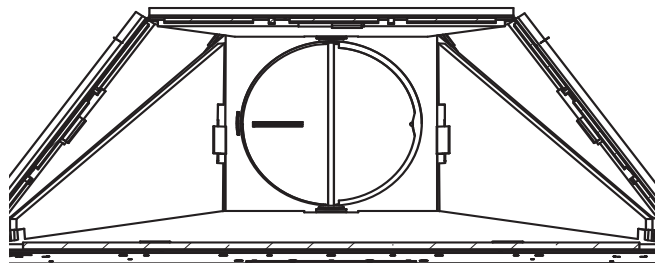

FIG.3
- D. Glissez le panneau supérieur dans la chambre de combustion et installez les 4 supports retirés à l'étape C. (FIG.3)
- F. Glissez les panneaux latéraux puis le panneau arrière dans la chambre de combustion et installez les supports. (FIG.3)